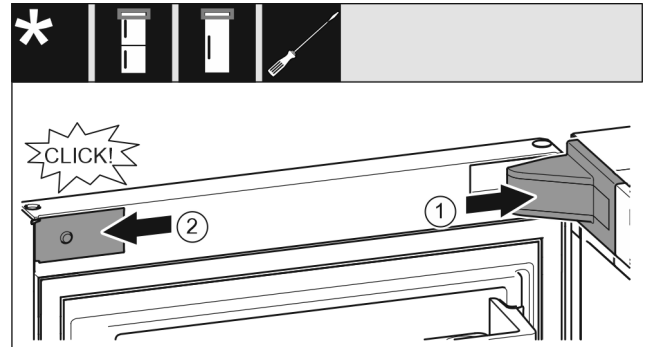

Fig. 21
- ▶ Lagerbockabdeckung aufsetzen und einrasten, ggf. vorsichtig auseinanderdrücken. Fig. 21 (1)
- ▶ Blende seitlich ansetzen und einrasten. Fig. 21 (2)